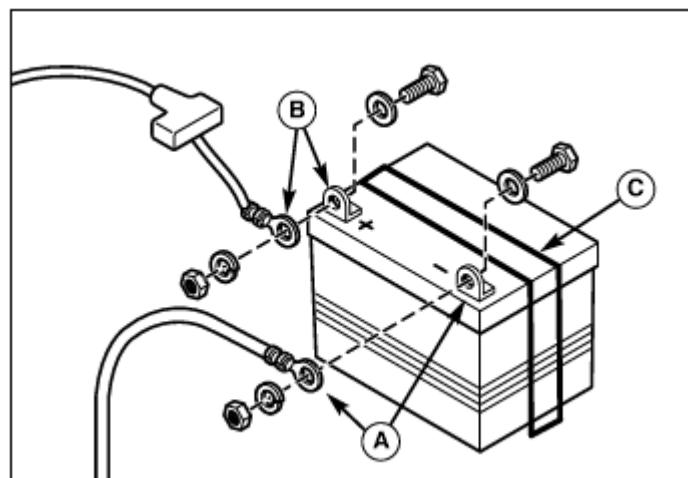

図17 バッテリー
1. バッテリーからケーブルを外す時は、マイナス（-）ケーブル（図17のA）から外して下さい。